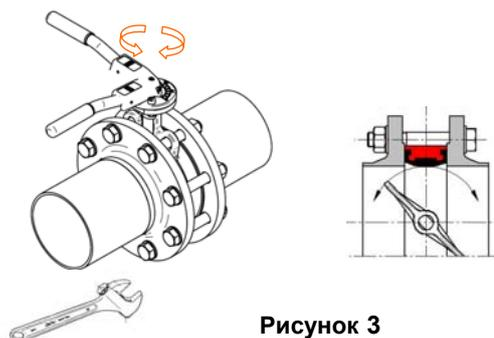

Рисунок 3
- 3 Постепенно затяните стяжные винты или стержни, чтобы добиться контакта металла корпуса затвора с металлом фланцев. Не затягивайте слишком сильно. Плавно раскройте и закройте диск. В случае использования оптимальных размеров и точного следования инструкциям по монтажу, для его свободного вращения не должно существовать никаких препятствий (рисунок 3).